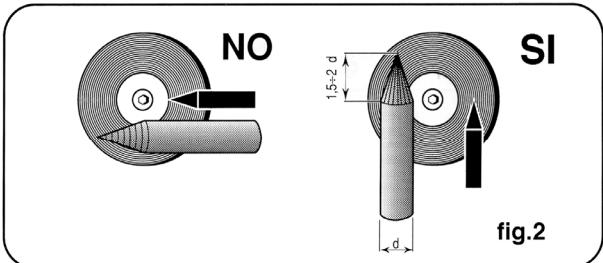

fig.2
Hay que poner especial atención en la preparación de la punta del electrodo, pulirla de manera que presente un rayado vertical igual al que se indica en la fig. 2.
- Perfilar las extremidades del electrodo de tungsteno dándole forma cónica con una longitud de 1,5 / 2 veces el diámetro del electrodo fig. 2.